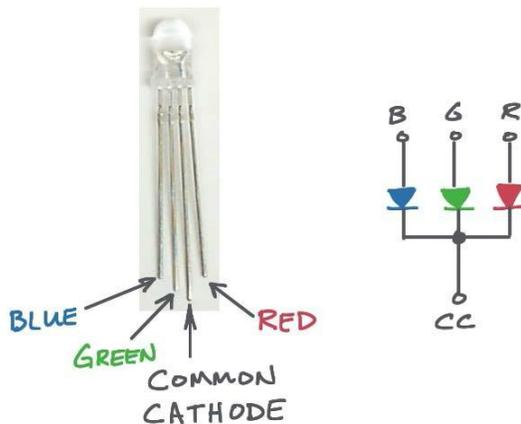

Figura 2.3: Terminales de LED RGB y diagrama esquemático.
3. Controle los LEDs verde y azul del LED RGB utilizando el mismo código LabVIEW de la señal de cruce de ferrocarril; refiérase a la Figura 2.3 en la página siguiente para el diagrama de las terminales del LED RGB. Utilice el circuito de interfaz de fuente de corriente.